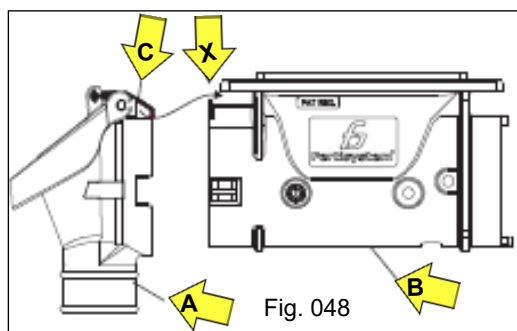
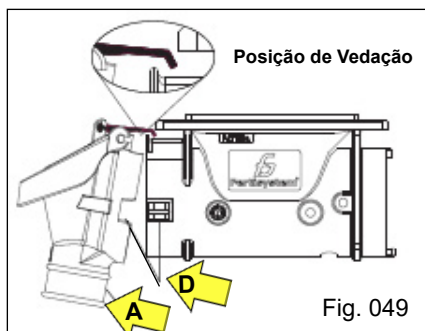
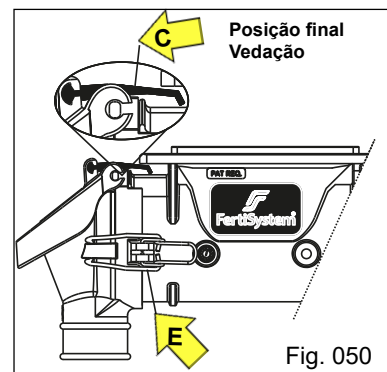

Fig. 048
Fig. 049
Fig. 050
Para realizar a montagem do conjunto do bocal "A", aproxime-o ao corpo principal "B", observando que a vedação "C", fique sobreposta ao ponto "X" do corpo principal "B" (Fig. 048). Para que isso ocorra, incline levemente o conjunto do bocal "A" (Fig. 049) e direcione aos encaixes "D" em ambos os lados, alinhando-os e fixando até o final. Após fixe com o fecho inox "E" (Fig. 064), girando até o travamento final em ambos os lados. Observe a posição final da vedação "C" (Fig. 050).
Ao realizar a operação de retirada do bocal, faça com cuidado o destravamento do Fecho Inox (E) (Fig. 050) para que não ocorra danos nas mãos pelo “efeito mola” proporcionado pelo mesmo.